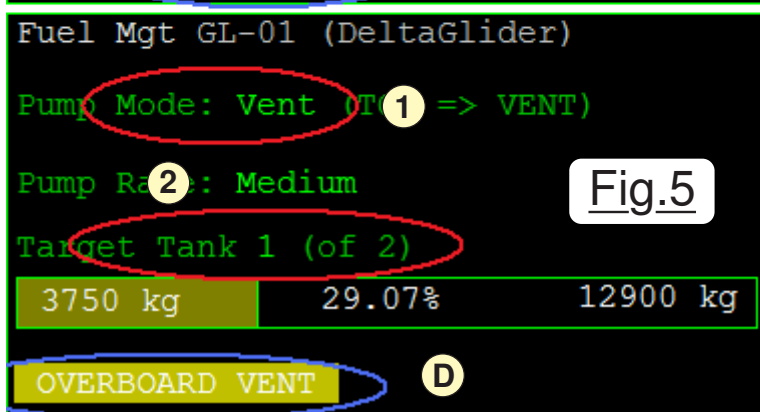

Fig.5
① Désigner le **type de transfert**. Avec le bouton **MOD**, et choisissons la fonction de vidange **Vent**. Immédiatement l'information relative au docking est effacée et remplacée par **OVERBOARD VENT** comme montré en **D** de la figure 5.
② **Procéder au transfert** en cliquant sur les boutons **PR+** et **PR-** jusqu'à obtenir le niveau désiré sur **Tank 1**.